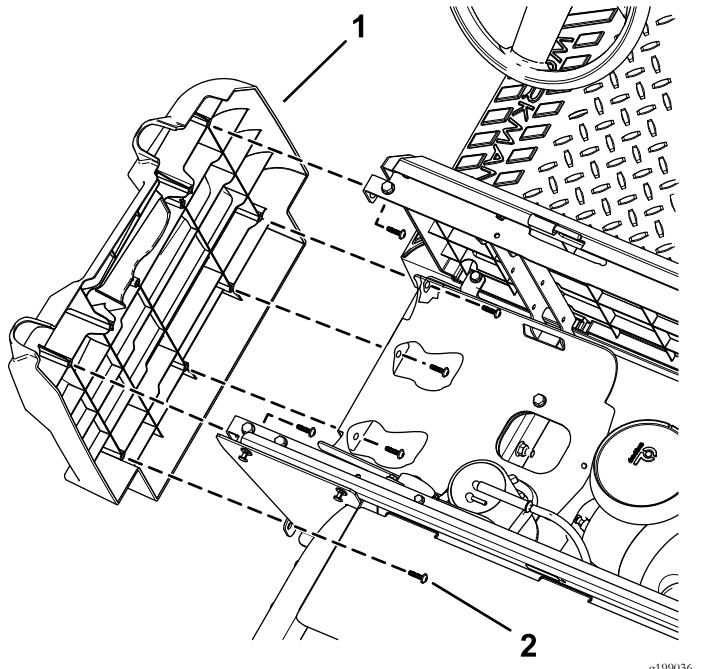

图9
- 使用 T30 套筒扳手从左侧板上卸下 6 个梅花头螺丝 M6.0 x 22mm 然后取下左侧板 图9。